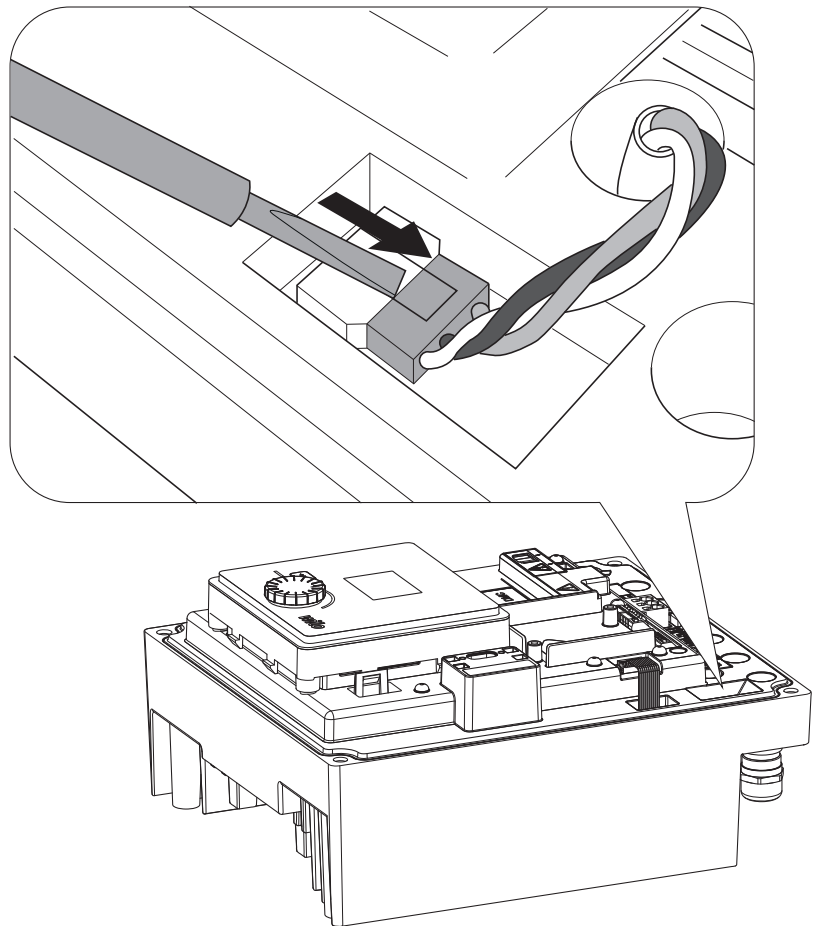

Fig. 46: Desapertar o cabo de ligação do ventilador do módulo
- Retirar o cabo de ligação do ventilador do módulo. (Fig. 46).